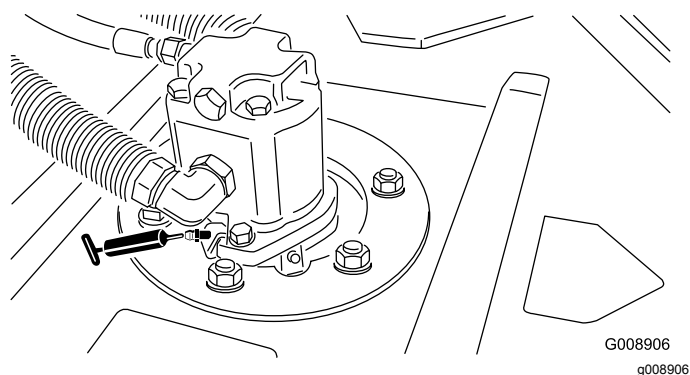

Figura 51
- Bielas do eixo da unidade de corte (2 por unidade de corte) (Figura 51)